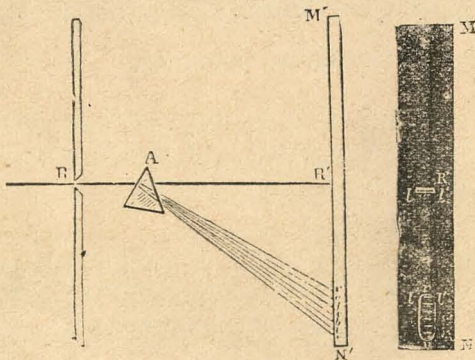

Fig. 130.—Descomposición de la luz.
**8. Descomposición de la luz blanca.**—Si se hace llegar convenientemente un haz de luz solar (fig. 130) sobre un prisma, y que se reciba ese *haz refractado* en una pantalla, se obtiene una serie de siete colores en el orden